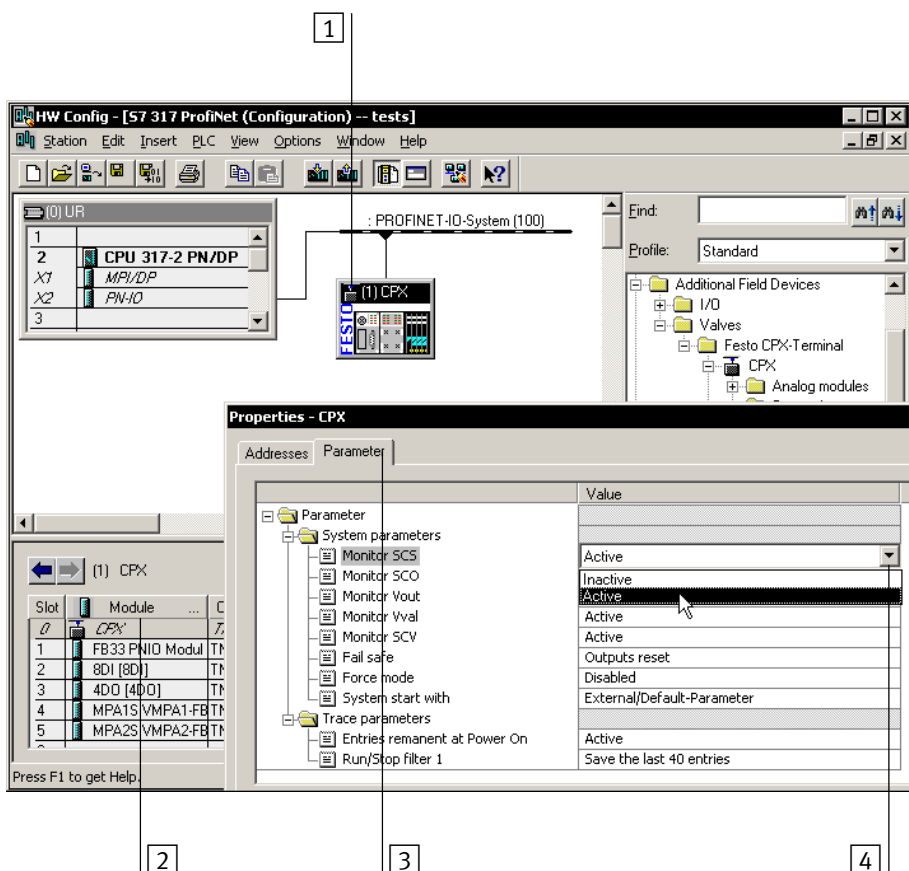

Fig. 2/11 : Réglage des paramètres du système avec Siemens STEP 7
2. Sélectionner l'icône du terminal CPX au niveau du système PROFINET IO (voir [1] Fig. 2/11). Le tableau de configuration affiche alors la configuration du terminal CPX.